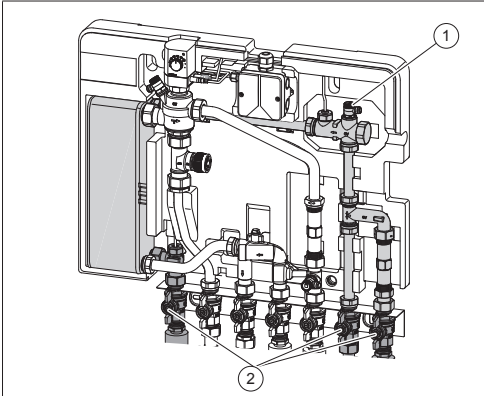

Abb. 2: Demontage /Montage Trinkwasser-Temperatursensor
1. Schließen Sie die markierten 3 Kugelhähne (siehe Abb. 2 (2)) der Kugelhahnanschlussleiste.
2. Öffnen Sie das Entlüftungsventil (siehe Abb. 2 (1)) um den Anlagenteil drucklos zu machen.